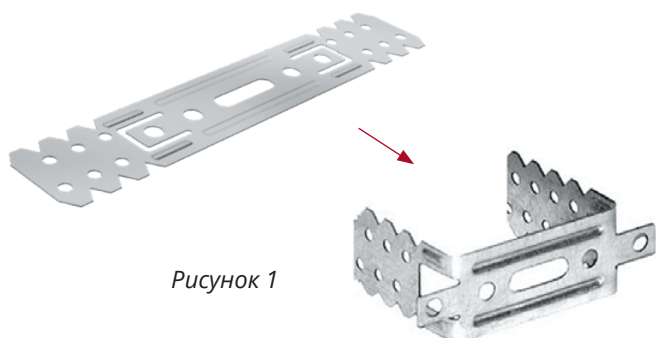

Рисунок 1
4. Отогните края крепления под 90°, чтобы получилась симметричная буква «П» со средней полкой около 60 мм (Рисунок 1).